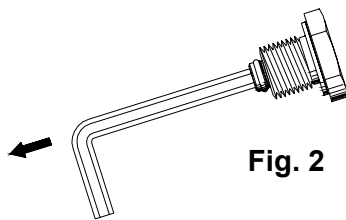

Fig. 2
- Im Inneren des Rücklaufstopfens befindet sich die Bypass-Schraube (Fig.2). Nehmen Sie sie mit einem 2,5 mm Innensechskantschlüssel heraus.
- Setzen Sie die Bypass-Schraube zurück ins Innere des Rücklaufstopfens, um sie bei Bedarf wieder verfügbar zu haben (Fig. 2)